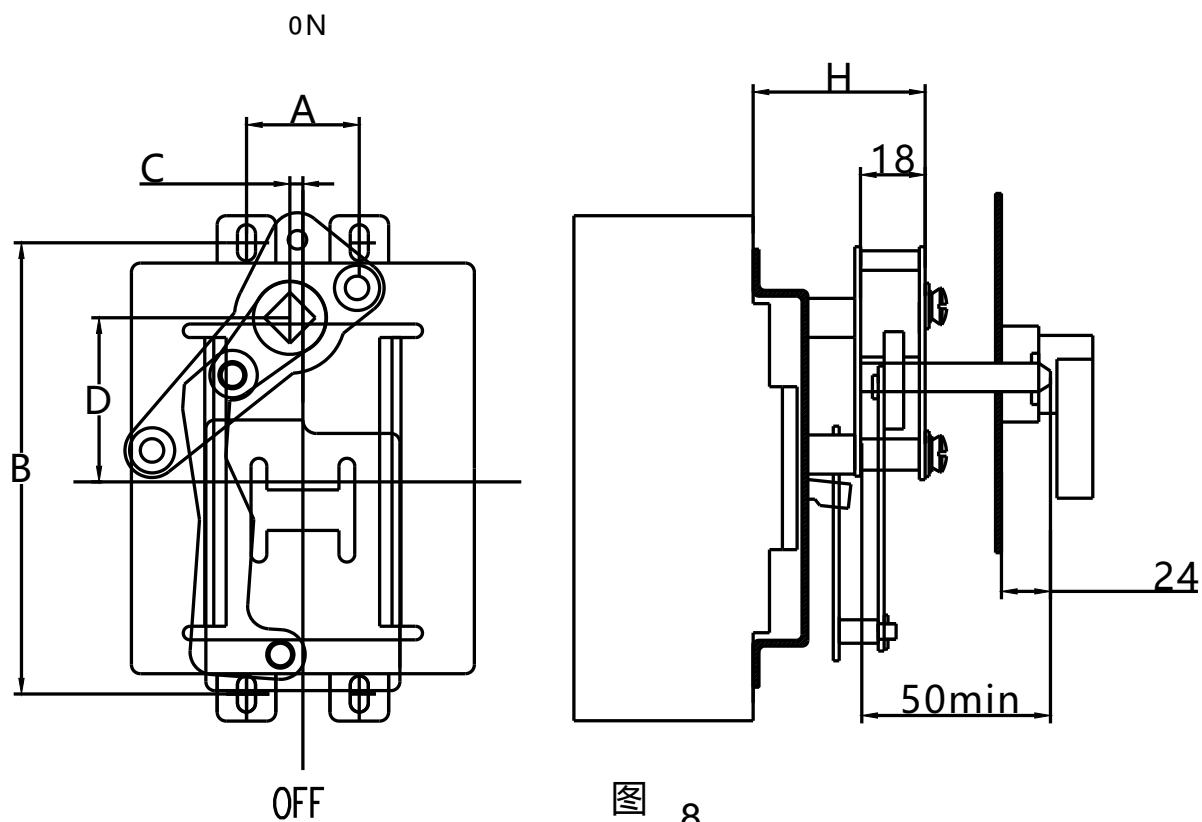

图 8
6.3 SC2系列手操机构外形及安装尺寸(mm) 图8, 表13